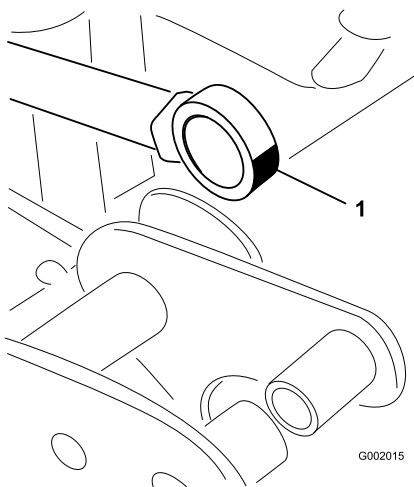

図 71
- アクチュエータロッドのベアリング端部を動かしながらベアリング内部にグリスを注入する図 71。